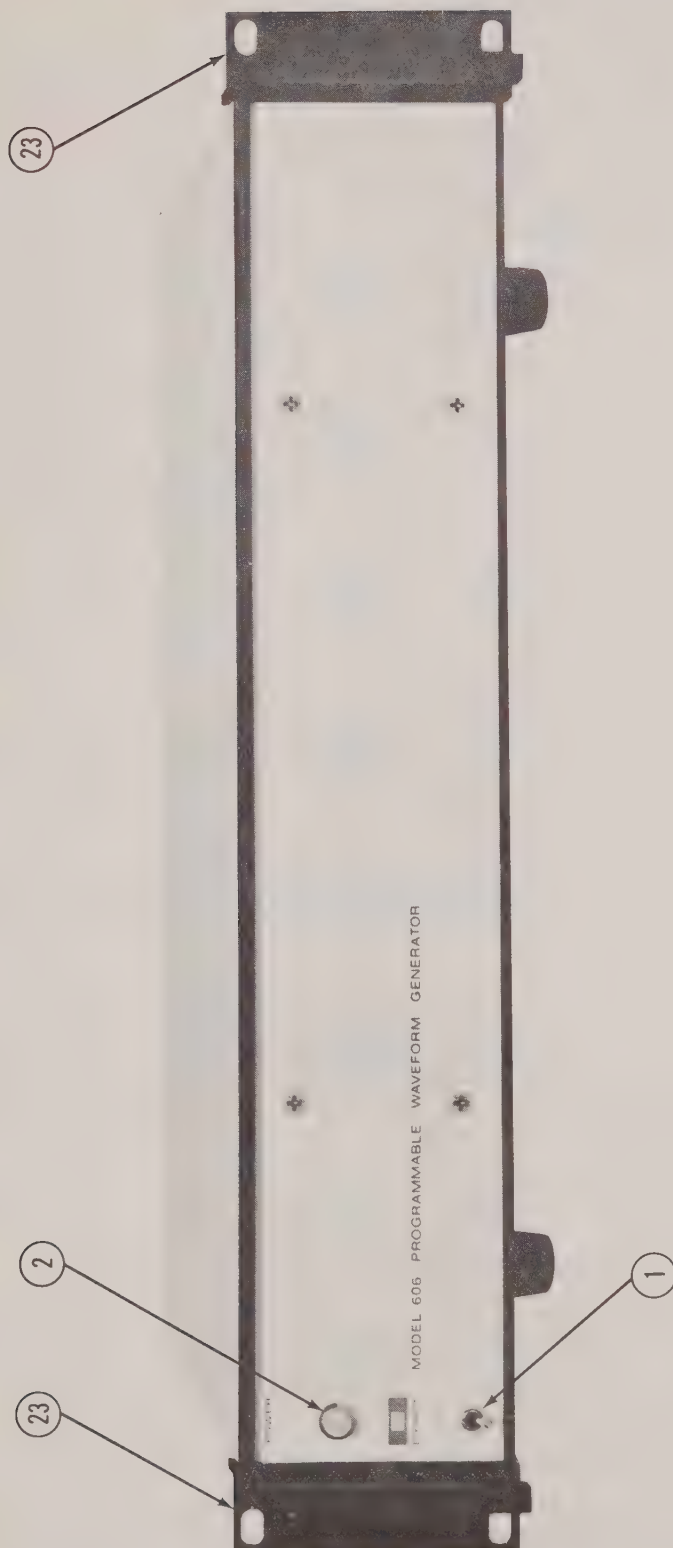

FIGURE 4.1.2
4.1.2 FRONT PANEL FAMILIARITY (Figure 4.1.2)